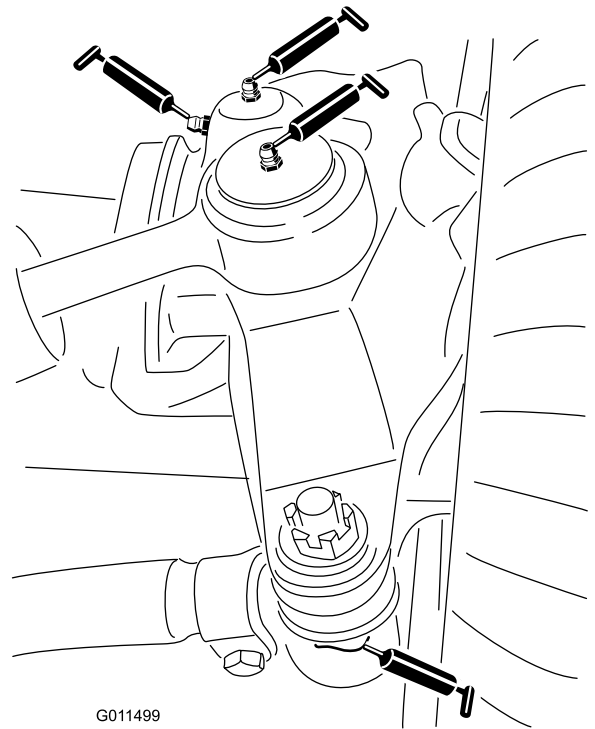

Figura 66
- Rótulas de los cilindros de dirección (2) (Figura 66)
- Rótulas de las barras de acoplamiento (2) (Figura 66)
- Casquillos de los pivotes de dirección (2) (Figura 66).